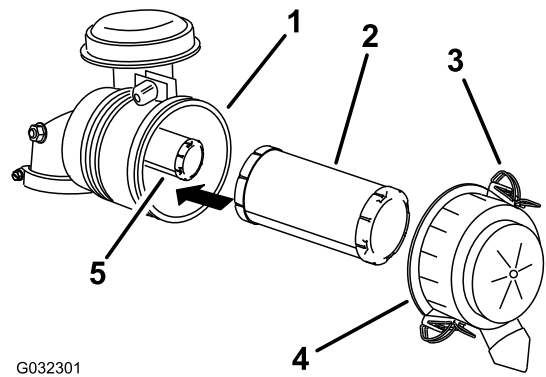

Figura 48
3. Abra los cierres del limpiador de aire y tire de la tapa de la entrada de aire para separarla del cuerpo del limpiador de aire (Figura 48).
5. Extraiga con cuidado el filtro primario del cuerpo del limpiador de aire (Figura 48). Evite golpear el filtro contra el lado de la carcasa.
2. Si va a cambiar el filtro de seguridad, deslícelo cuidadosamente en el cuerpo del filtro (Figura 48).
3. Deslice cuidadosamente el filtro primario por encima del filtro de seguridad (Figura 48).
4. Instale la tapa del limpiador de aire con el lado que lleva la palabra **up** hacia arriba, y fije los cierres (Figura 48).